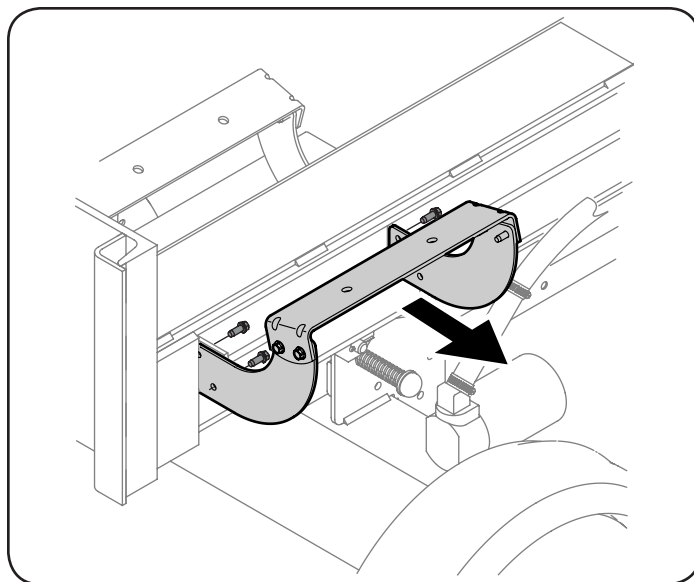

Figura 5
3. Desconecte la ménsula del bastidor de troncos del lado de la válvula de control de la vigueta. Vea la Figura 5.